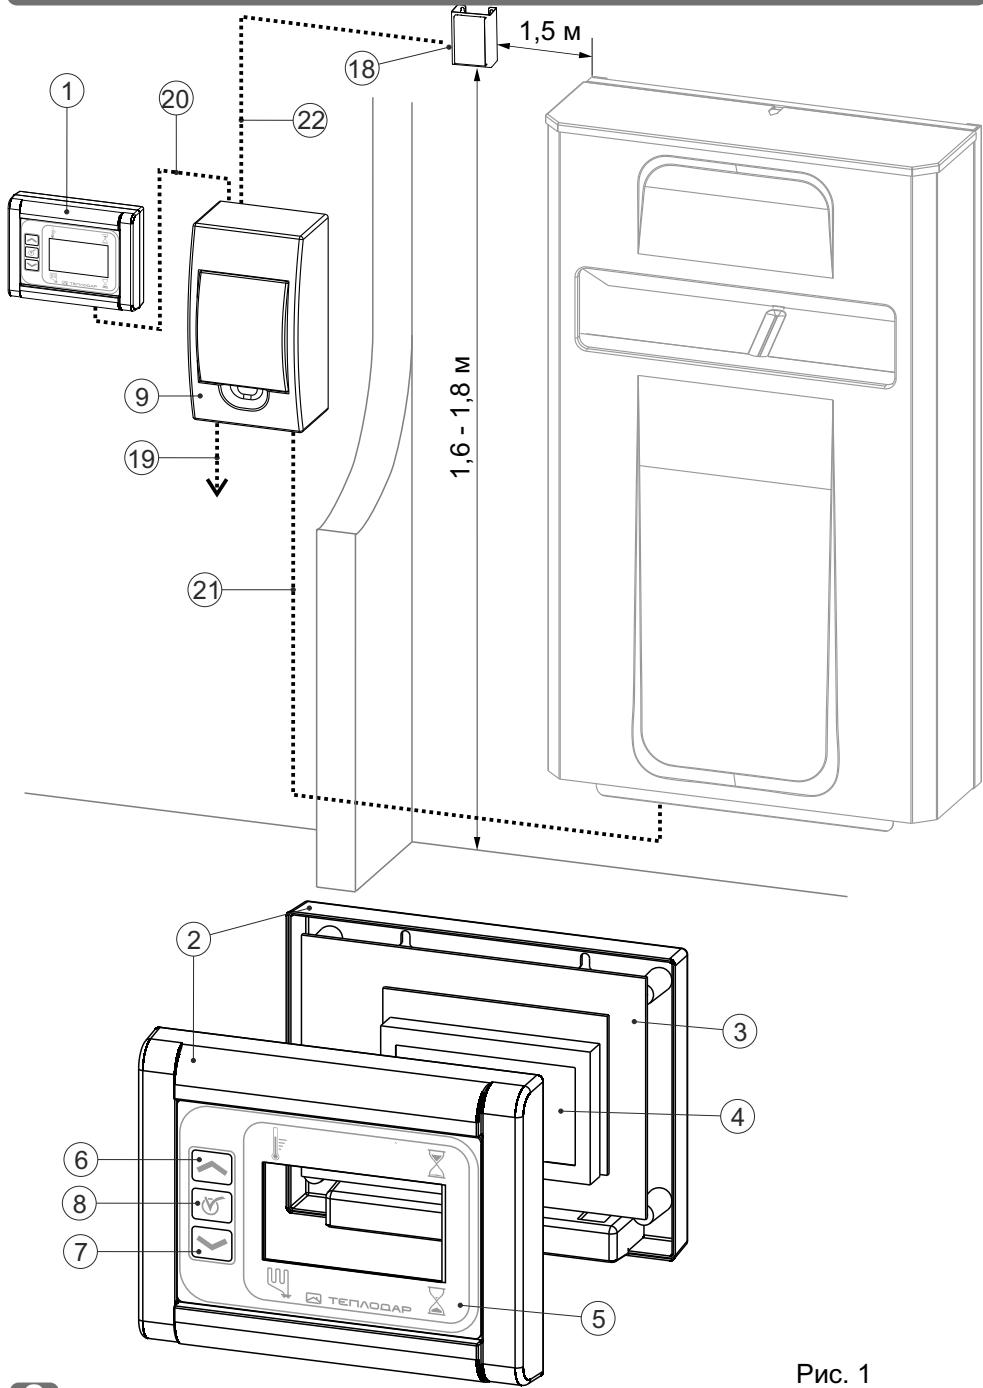
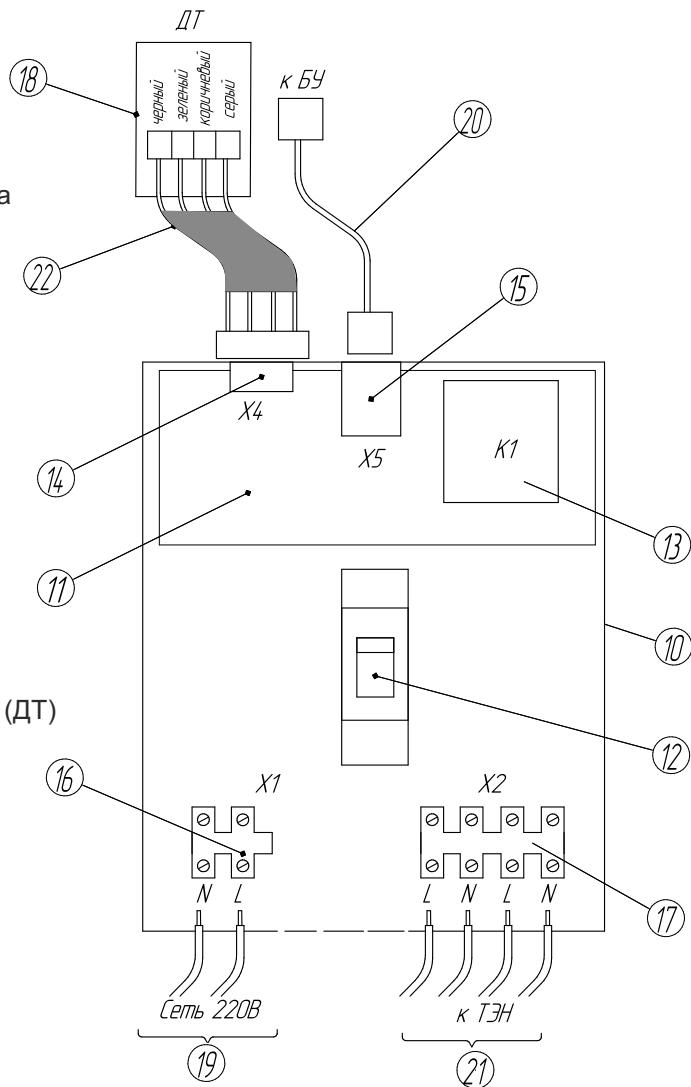

Рис. 1
Рис. 2
ПУ (Рис.1) представляет собой комплекс из блока управления (БУ) (1), блока коммутации (БК) (9) и датчика температуры (ДТ) (18), соединенных между собой проводом управления (20) и проводом ДТ (22). С ЭП (ЭКП) ПУ соединяется через провод силовой (21), а с сетью 220 v через кабель питания (19).
БУ предназначен для настройки режимов работы (внешний вид показан на рис.1) и состоит из корпуса БУ (2), платы управления (3), ЖК индикатора (4) и пленочной клавиатуры (5).
БК (внешний вид показан на рис.2) состоит из корпуса БК (10), автоматического выключателя (12) (в зависимости от модели пульта количество выключателей может отличаться) и платы коммутации (11). На плате коммутации расположены разъемы подключения: слаботочные разъемы (14, 15) для соединения через провод управления и провод ДТ с БУ и ДТ соответственно, силовой разъем (17) для подключения ЭП (ЭКП) через силовой провод и разъем питания (16) для подключения через провод питания к электросети.
Схема установки ПУ показана на рис.1.
Электромонтаж ПУ должен осуществляться в соответствии с схемой подключения, представленной на рис.1 и рис.2.
При подключении обращайте внимание на нумерацию контактов на схеме подключения (рис.2).
Соединить проводом ДТ (22) слаботочный разъем (14) блока коммутации с одной стороны и ДТ с другой (обязательно соблюдайте цветовую маркировку проводов, указанную на рис.2), провода подключаются с помощью винтового соединения;